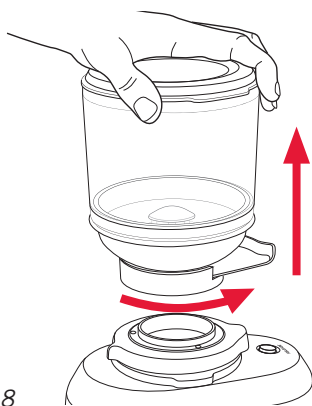

Figure 8
1. Fermez l'élément de verrouillage du réservoir et retirez-le du boîtier du moteur comme le montre la figure 8. Conservez les grains de café non moulus dans une boîte hermétique pour préserver leur fraîcheur.
2. Assurez-vous que le broyeur est éteint et débranché. Retirez le réservoir de la base. Voir figure 8.